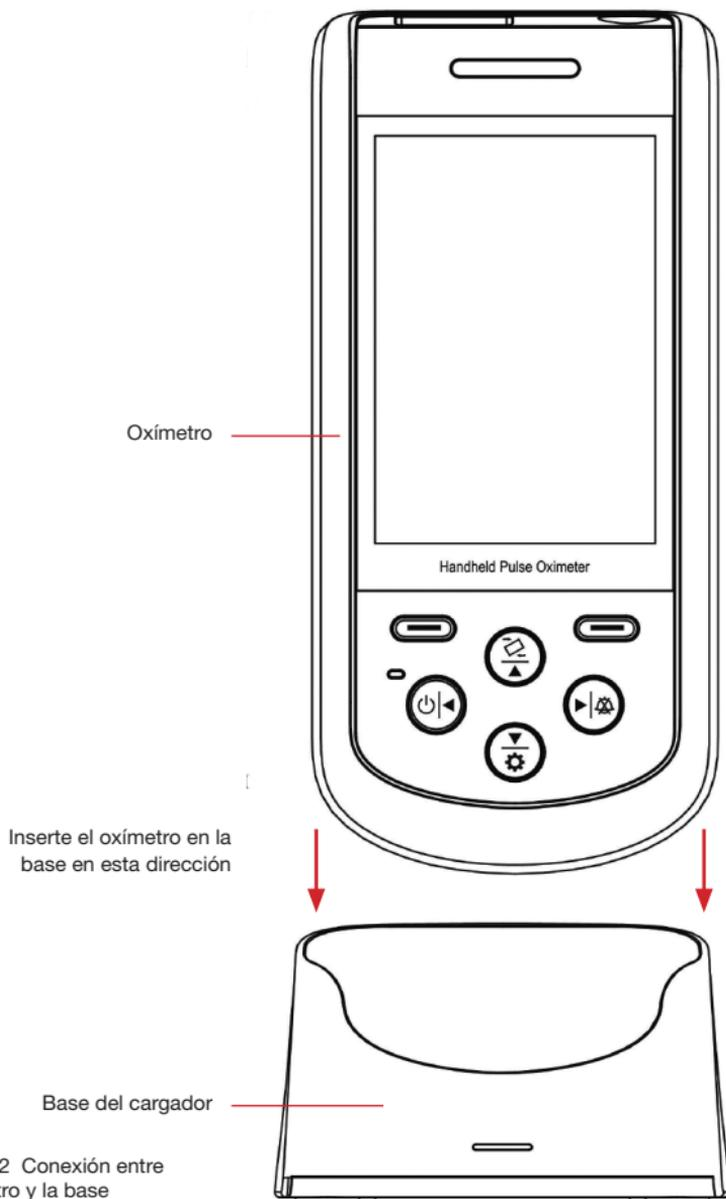

Figura 2.2 Conexión entre el oxímetro y la base
- 2) Coloque el dispositivo correctamente en la base y preste atención a las marcas de polaridad, como se muestra en la figura 2.2.